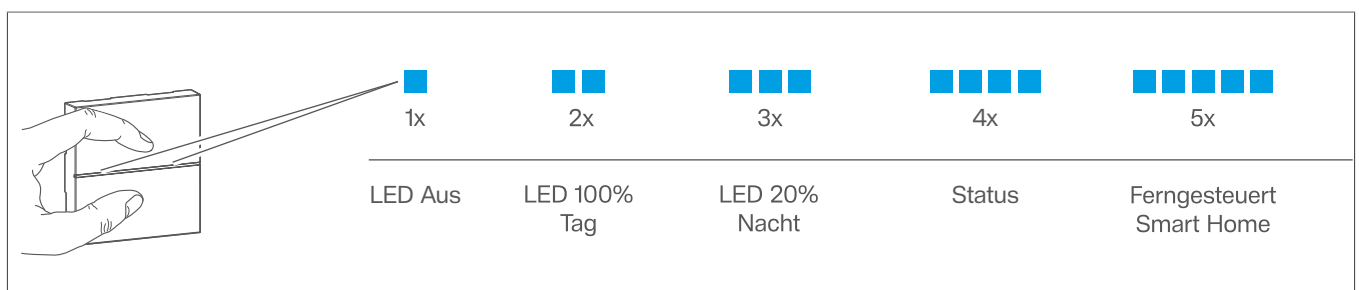

Bild 6: LED Betriebsart einstellen
- Innerhalb von 10 Sekunden durch kurzes Drücken beider Tasten die gewünschte LED Betriebsart auswählen (siehe Bild 6: LED Betriebsart einstellen).